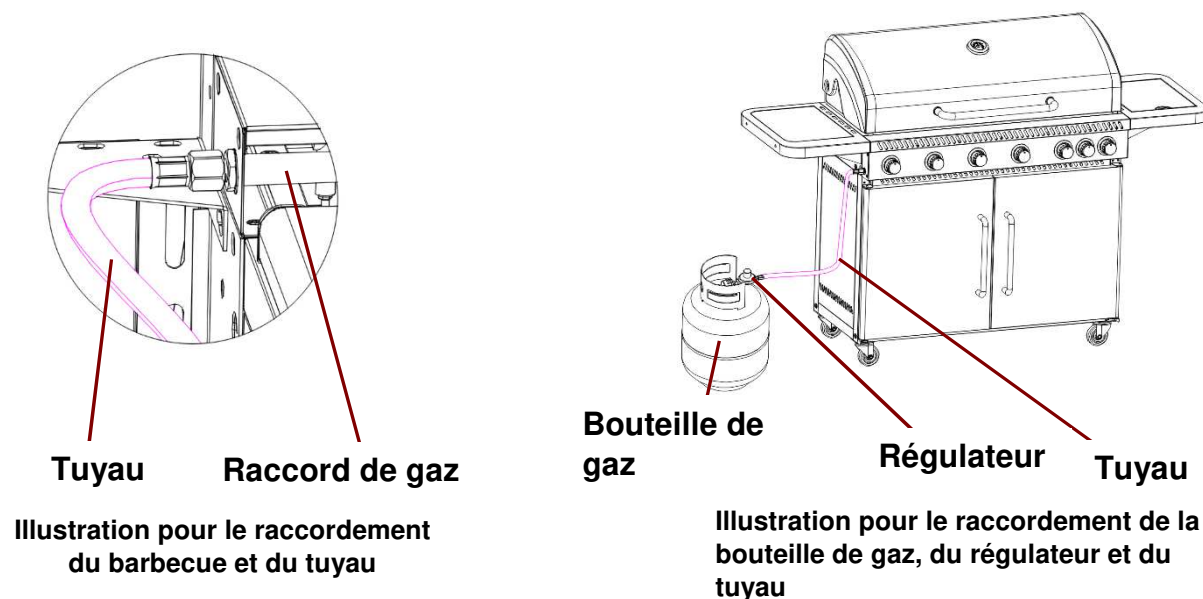

Figure 3
- c) Revisser le bouchon dans le sens des aiguilles d'une montre (Fig.3).